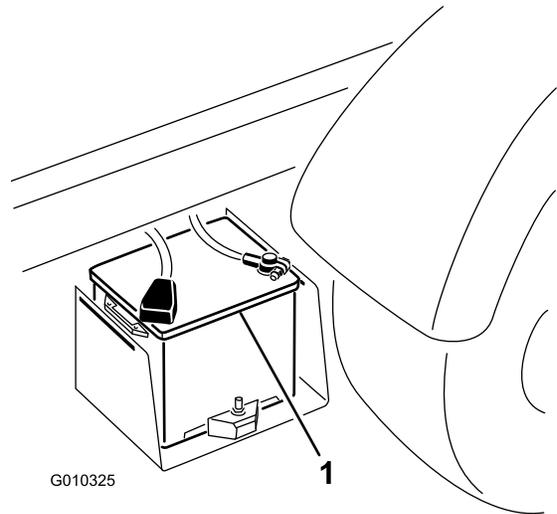

図 52
2. 2台のバッテリーのプラス端子同士をブースターケーブルでつなぐ図 52。端子を必ず確認すること。バッテリーカバーの「」の印で確認できることが多い。